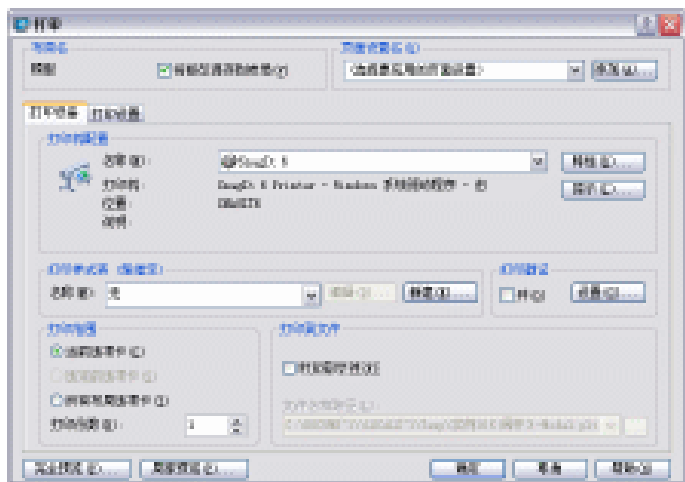

图 1-2-11
(1) 选择“文件”→“打印”命令，打开如图 1-2-11 所示“打印”对话框，在该对话框的“打印机配置”和“打印样式表（笔指定）”区域中显示了在页面设置中所选择的打印设备及打印样式。